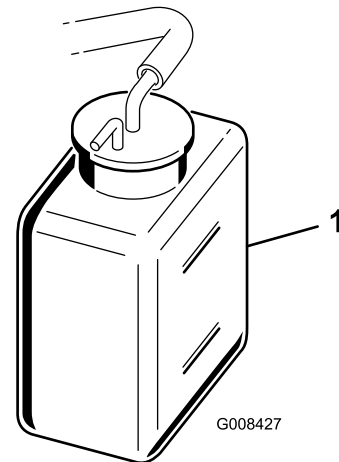

图28
2. 检查冷却液液位（图28）。发动机冷却时、液位应介于备用水箱的上下两条线之间。